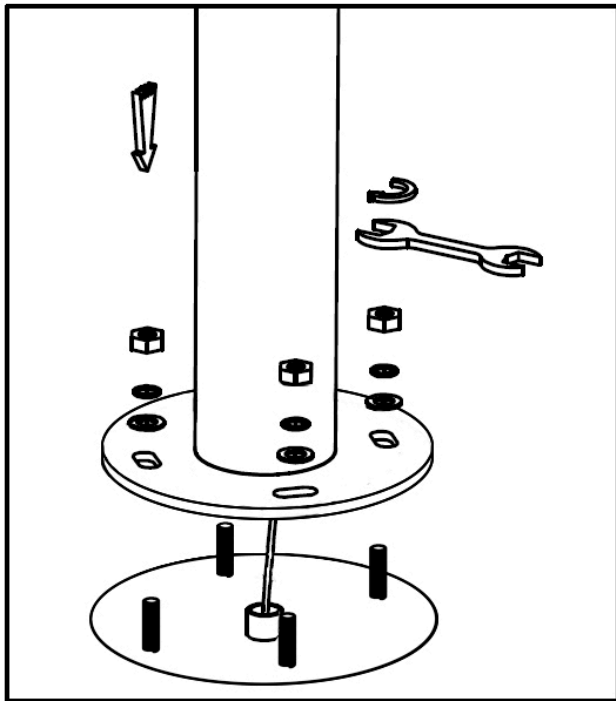
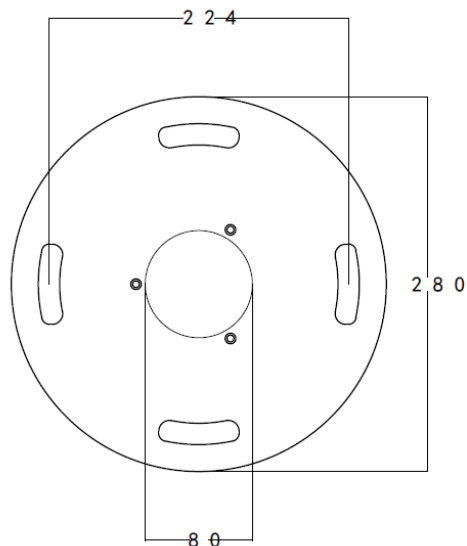

Рис. 1
Рис. 2
- 6.3.2 Установите светильник на закладную деталь при помощи комплекта креплений (Рис.1). Габариты основания для закладной детали указаны на Рис.2. Внимание! Закладная деталь и комплект креплений в поставку не входят.